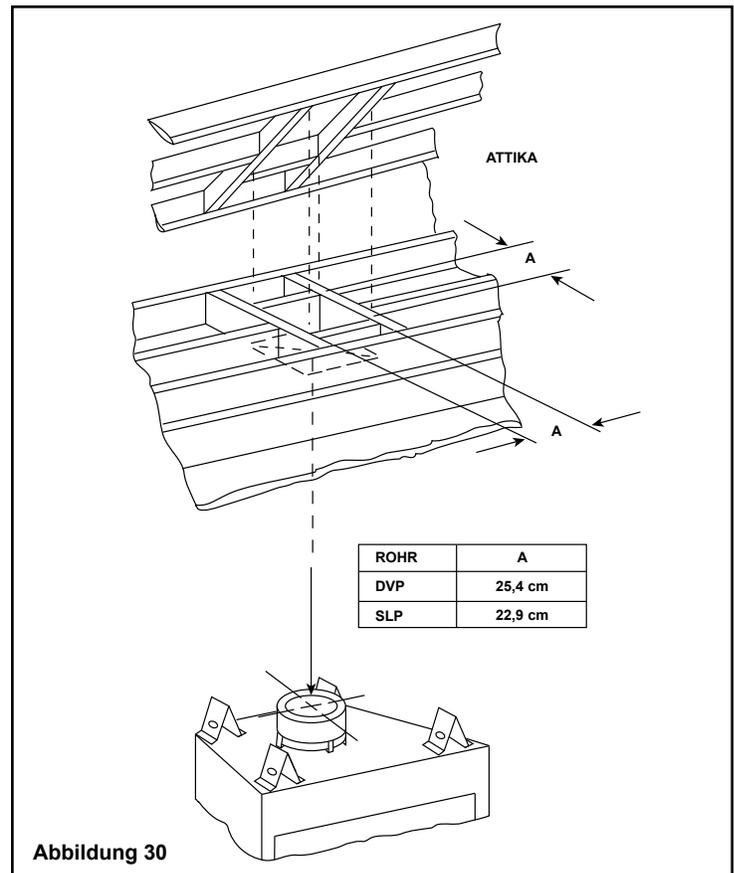

Abbildung 30
- Bringen Sie eine Öffnung von 22,9 cm x 22,9 cm (Rohr SLP) 25,4 x 25,4 (Rohr DVP) an der Stelle an, an der das System durch die Decke / den Boden geführt wird (siehe Abbildung 30). Bei einem sehr steilen Dach muss die Öffnung ggf. größer sein, um die erforderlichen Abstände zum Abzugsrohr einzuhalten.